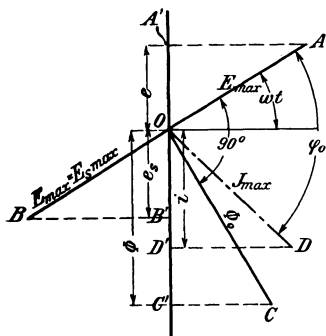
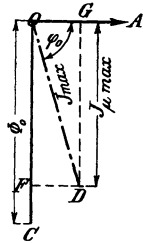

Abb. 130.
Abb. 131.
Stellt man e und Φ als die Projektionen ihrer Maximalgrößen dar, so ergibt sich das in Abb. 130 dargestellte Diagramm, aus dem das Gesetz (29) folgt:
Dreht man in Abb. 130 den Vektor Φ_0 vertikal nach unten, so ist in diesem Augenblick $\Phi = \Phi_0$, während der Strom, der diese Kraftlinienzahl erzeugt, den Wert $\overline{OF} = J_{\max} \cos(90 - \varphi_0) = J_{\max} \sin \varphi_0$ besitzt (Abb. 131).